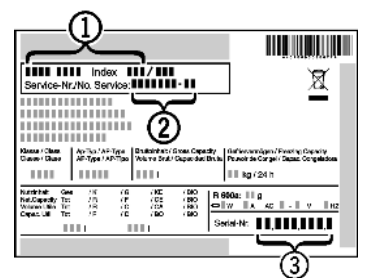

Fig. 20
- ▶ Relever la désignation de l'appareil *Fig. 20 (1)*, le n° de service *Fig. 20 (2)* et le n° de série *Fig. 20 (3)* sur la plaquette signalétique. Cette plaquette se trouve sur la paroi intérieure gauche de l'appareil.
- ▶ Informer le S.A.V. et lui communiquer la panne, la désignation de l'appareil *Fig. 20 (1)*, le n° de service *Fig. 20 (2)* et le n° de série *Fig. 20 (3)*.